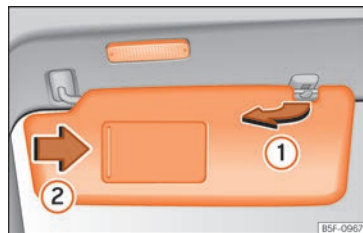

Abb. 116 Sonnenblende.
- Die Sonnenblende kann aus der Halterung herausgezogen und zur Tür » Abb. 116 ① geschwenkt werden.